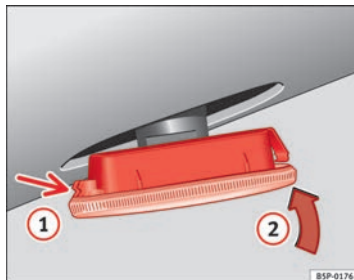

Fig. 163 Clignotants latéraux
- Placez d'abord le clignotant dans l'orifice de la carrosserie, en emboîtant les agrafes **1** ⇒ fig. 163, puis emboîtez l'ampoule comme indiqué par la flèche **2** ⇒ fig. 163.